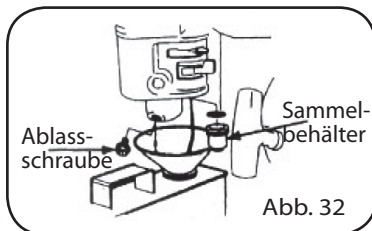

Abb. 32
1. Das Motoröl wechseln (Abb. 32).